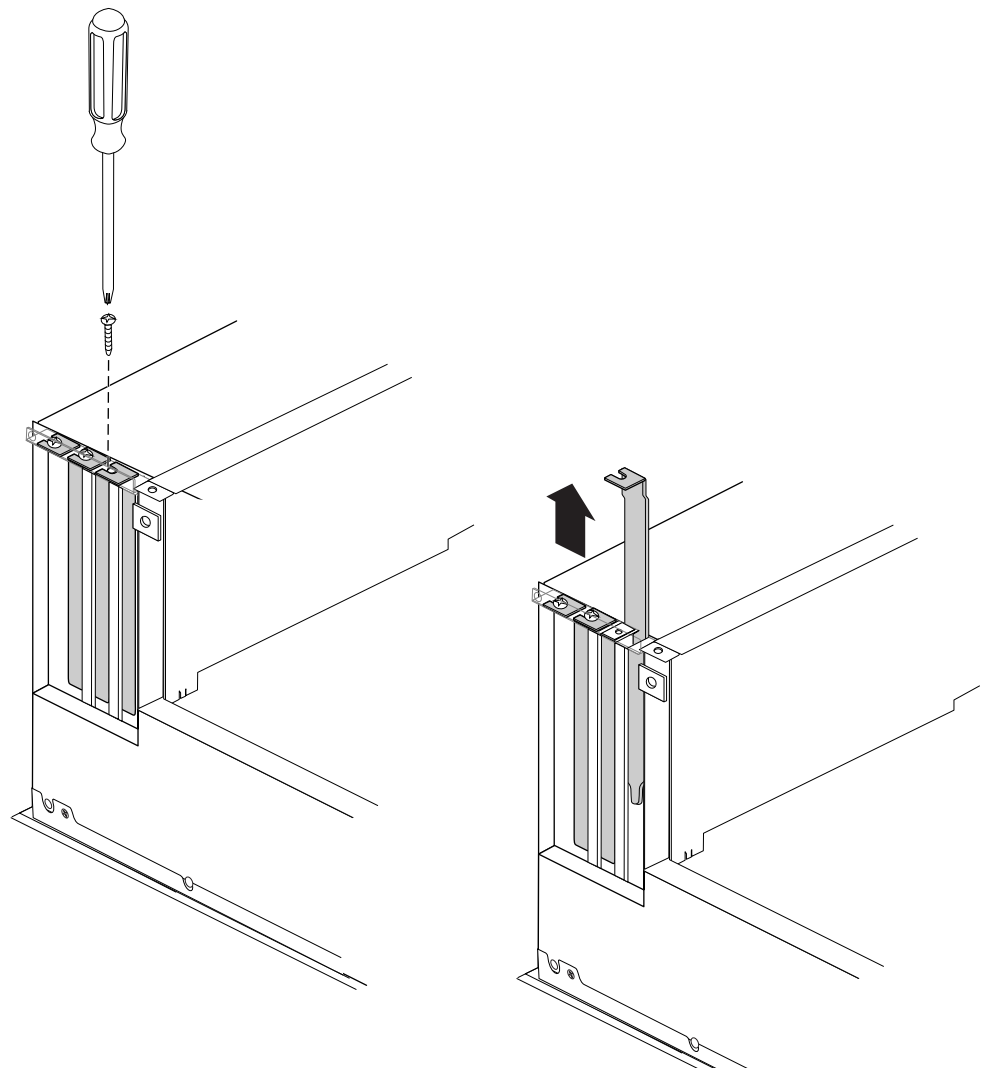

Figure 6-3 Retrait d'une plaque de protection devant un emplacement pour carte PCI
- A l'aide d'un tournevis cruciforme, desserrez la vis qui fixe la plaque de protection au châssis (voir Figure 6-3).
- Retirez la plaque de protection en la soulevant à la verticale, comme indiqué à la Figure 6-3.